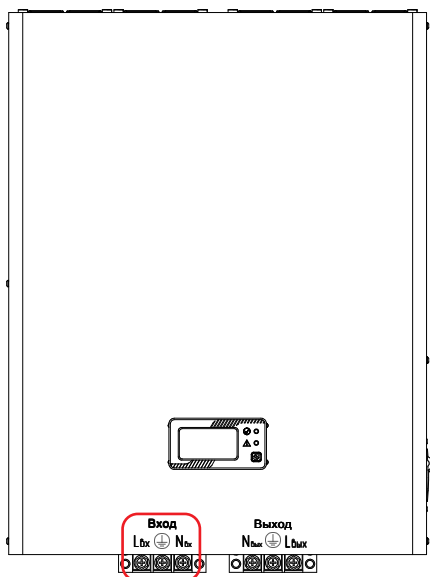

Рисунок 28. Стабилизаторы Штиль IS8000 и IS10000. Выводы «Вход L- $\perp$ -N»
- у моделей IS8000, IS10000 с помощью выводов «Вход L- $\perp$ -N» (**рисунок 28**).